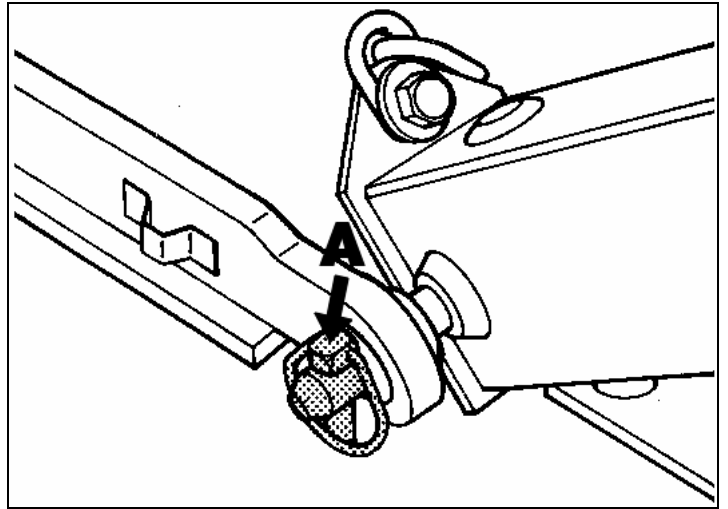

fig.5
- infilare i perni nei bracci di sollevamento (fig.5) e fissarli con gli spilli di sicurezza **A**;
- put the pins into the lift links (fig.5) and fix them with the safety clips **A**;
- enfiler les axes dans les bras de relevage (fig.5) et les fixer avec les goupilles de sécurité **A**;
- meter los pernos en los brazos de izado (fig.5) y fijarlos con pasadores de seguridad **A**;
- die Stifte in die Hubarme (Abb.5) stecken und mit den Sicherheitsstiften **A** befestigen;